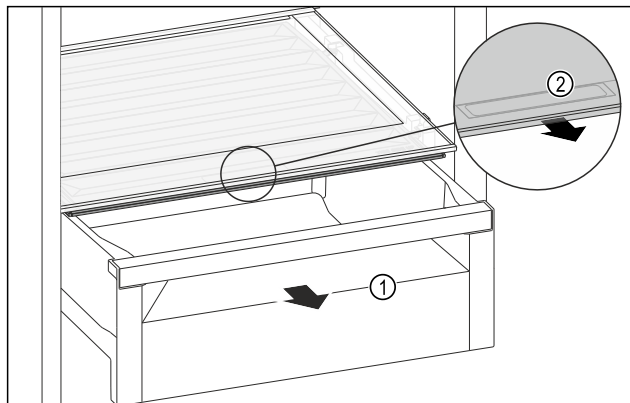

Fig. 169
- Zásuvku Fig. 169 (1) vytáhněte.
- Uchopte prohlubeň pro rukojeť Fig. 169 (2) na víku zásuvky a současně zatáhněte za víko zásuvky směrem dopředu.